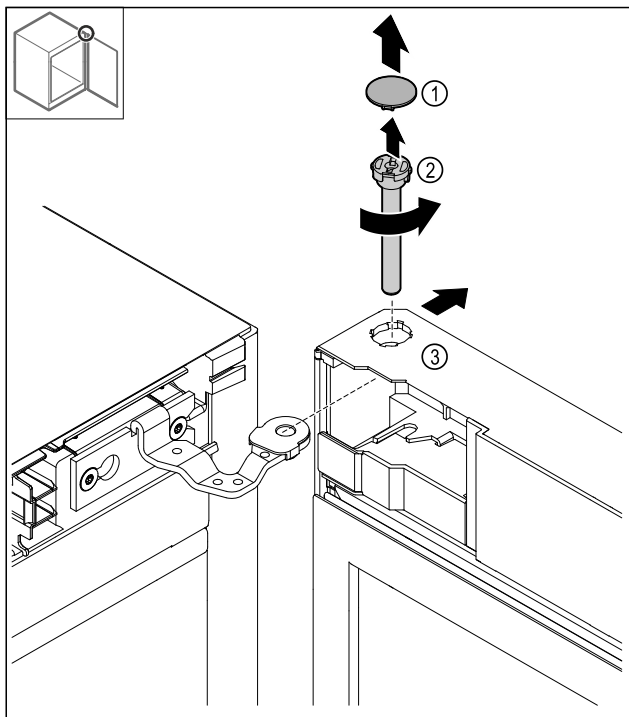

Fig. 19
- ▶ Vegye le a fedelet Fig. 19 (1).
- ▶ A csapot Fig. 19 (2) az óra járásával ellentétesen lazítsa meg, és húzza ki.
- ▶ Billentse meg kissé az ajtót Fig. 19 (3).